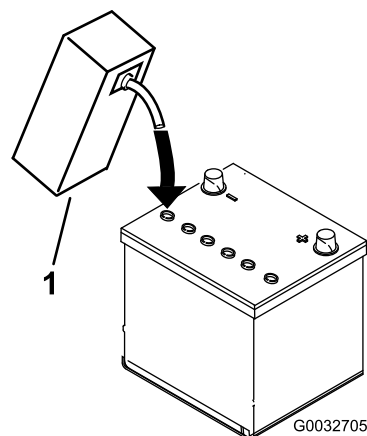

Рисунок 6
3. Осторожно заливайте электролит в каждую ячейку до уровня над пластинами примерно 6 мм (Рисунок 6).
4. Подождите примерно 20–30 минут, пока электролит не впитается в пластины. При необходимости доливайте электролит до уровня, не доходящего примерно 6 мм до низа заливного отверстия (Рисунок 6).